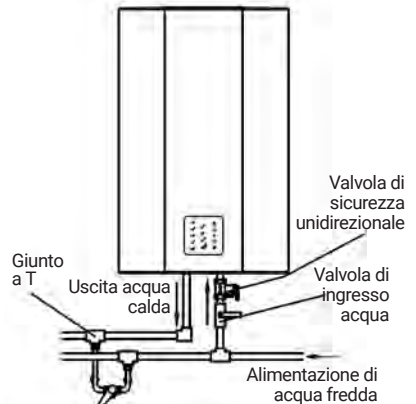

Figura 4
- (8) Se gli utenti desiderano un approvvigionamento idrico multicanale, possono connettersi il tubo dell'acqua secondo il metodo mostrato in figura 4.